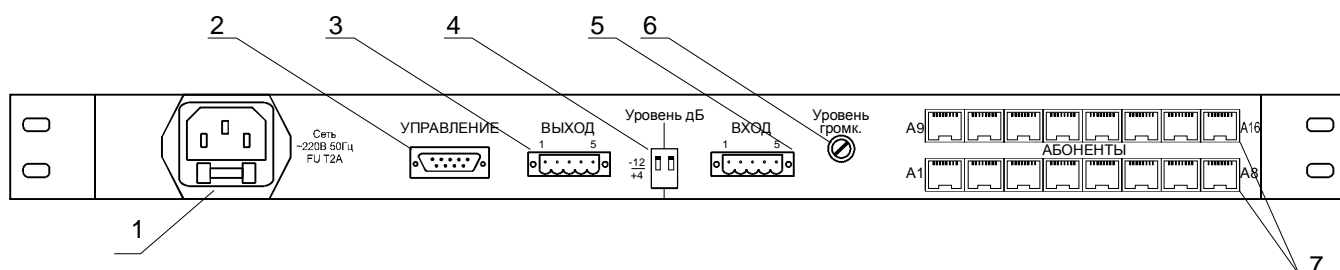

Рисунок 3
- подключить пульта ПА и(или) ПА1 к линиям абонента при помощи розеток MSTB 2,5/6-STF (см. рисунок 3А Приложения А);
- при необходимости, подключить к пультам ПА и(или) ПА1 внешние громкоговорители (см. рисунок 3А Приложения А);